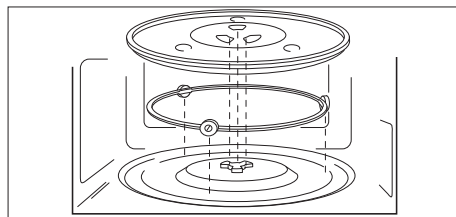

Fig. 5 – Colocación del plato giratorio de cristal
- ▶ Introduzca el aro giratorio en la cavidad del espacio de cocción y, a continuación, coloque el plato giratorio de cristal centrado en el eje de accionamiento (véase «Fig. 5 – Colocación del plato giratorio de cristal») de modo que las barras del plato giratorio se sitúen entre las hojas del eje de accionamiento.